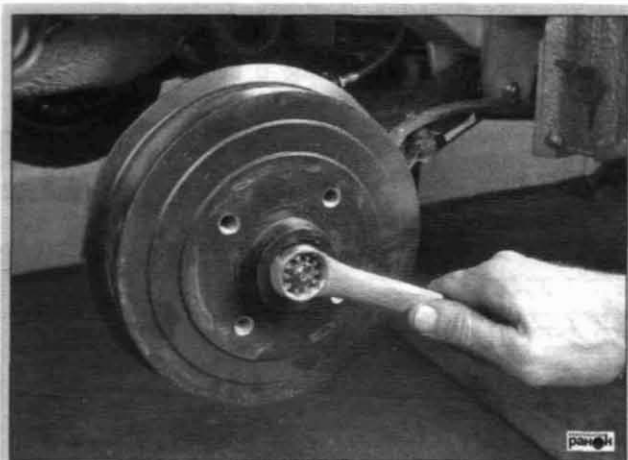

Рис. 5.24. Регулировка ступичного подшипника
- затянуть гайку подшипника, одновременно покачивая рукой колесо в обоих направлениях для самоустановки подшипника (рис. 5.24);